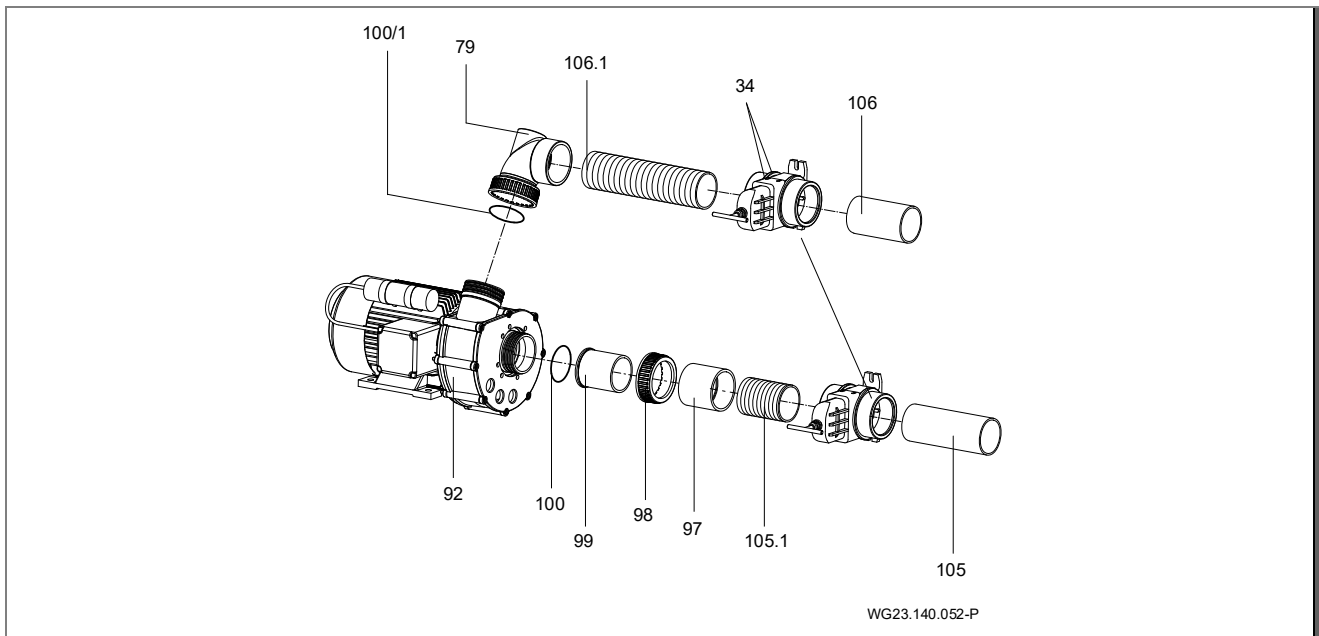

Abb. 22
13. Jet-Pumpe (92) saugseitig mit flexiblem Saugrohr (105.1), Muffe (97), Verschraubung (98, 99) und druckseitig mit flexiblen Druckrohr (106.1) und Spezialreduzierwinkel (79) anschließen beziehungsweise verkleben. (Abb. 22)